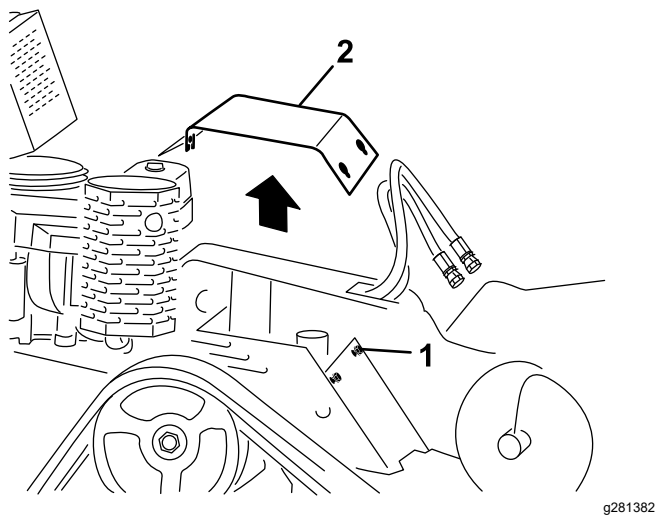

Figura 24
4. Afloje secuencialmente los 3 pernos que sujetan la cubierta al bastidor hasta que la cubierta quede suelta (Figura 24).
1. Perno (3) 2. Chapa de cierre
6. Para instalar la tapa antes de utilizar la máquina, deslícela en su sitio y sujétela con los 3 pernos que retiró anteriormente (Figura 24).